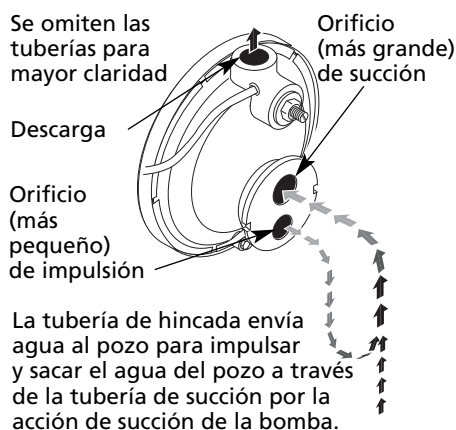
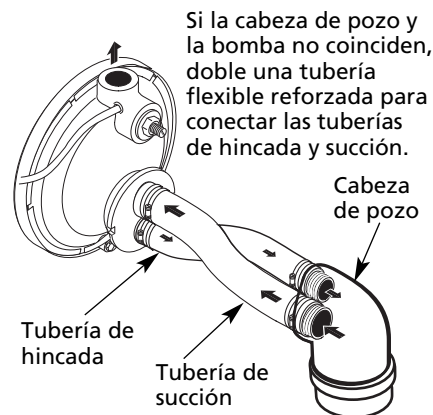

Figura 3 – Funciones de Impulsión y Succión
Figura 4 – Conexiones Invertidas al Pozo
2. Si la tubería de succión (el orificio más grande – véase la Figura 3) de su bomba antigua está por debajo del orificio de impulsión, tendrá que instalar una tubería flexible entre la cabeza del pozo y la bomba para que la conexión sea correcta (véase la Figura 4).